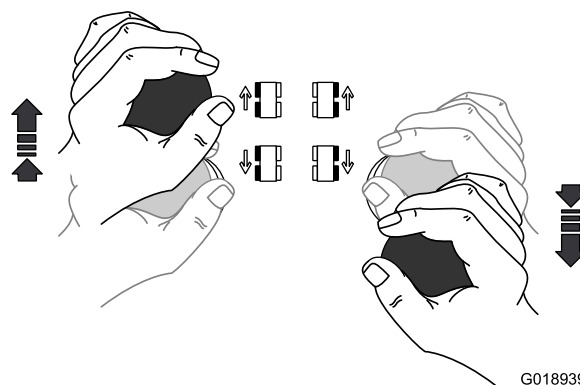

Figure 42
- Pour faire tourner la machine à **droite**, saisissez les deux leviers de commande de déplacement, et poussez le levier gauche en avant et tirez le levier droit en arrière (Figure 42).